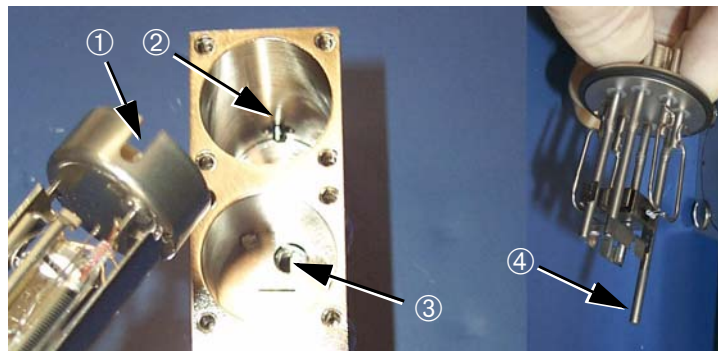

Abbildung 4-24 Zusammenbau des Spektrometerrohrs
1. Bauen Sie das Spektrometerrohr (Abbildung 4-24) sorgfältig in der umgekehrten Reihenfolge dieser Anleitung wieder zusammen.
1. Bauen Sie die Ionenquelle ein (siehe Abbildung 4-24 auf Seite 4-21).
In der Bodenschlitzplatte befindet sich ein Loch, das auf das Loch am Boden des Ionenquellenschachts ③ im Spektrometerrohr ausgerichtet werden muss (Abbildung 4-24).
Die Ionenquelle muss so ausgerichtet werden, dass der Führungsstift ④ (Abbildung 4-24) in der Mitte dieses Loches sitzt.